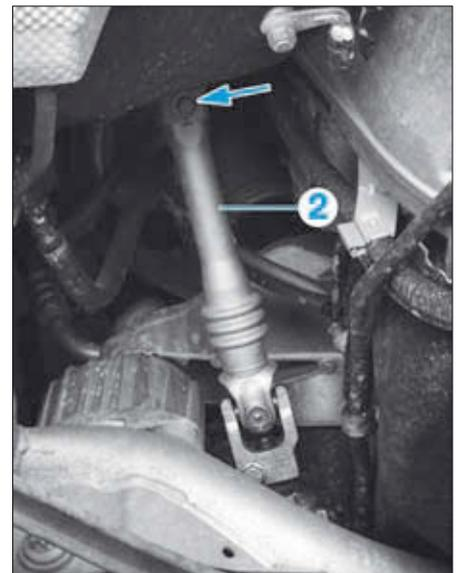

FIG. 15
- Déposer la vis (flèche) afin de désaccoupler l'arbre de colonne de direction (2) de la colonne de direction (Fig.15).